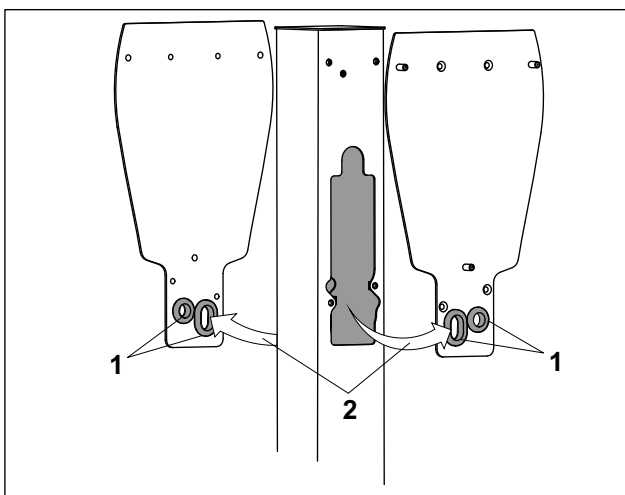

Fig. 3 Insertion des câbles dans les plaques adaptatrices
1. Les plaques adaptatrices jointes disposent de passages de câbles séparés pour les câbles de puissance et les câbles de données. Fixer les passe-câbles adaptés contenus dans le jeu de pièces détachées (fig. 3/1) sur les ouvertures des sorties de câbles des plaques adaptatrices. Si aucun câble de données n'est utilisé, il faut obturer les ouvertures de sortie des câbles avec les pièces de recouvrement jointes.
2. Faire sortir les câbles de la borne (fig. 3/2) par les ouvertures de passage de câbles correspondantes de la plaque adaptatrice.